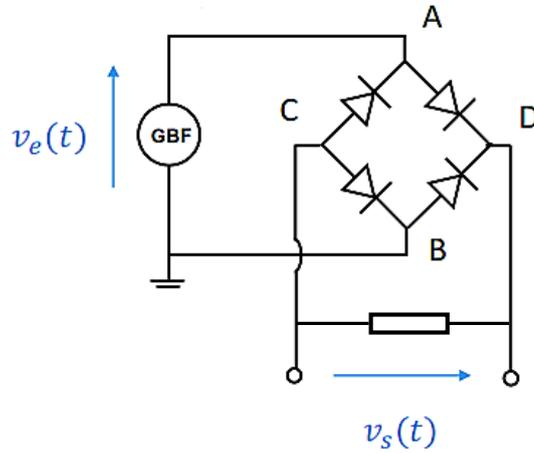

Fig. 10
5. Si on met un condensateur « $C = 100 \mu\text{F}$ » dans la sortie du montage de la (fig 10) tracer le signal de sortie sur un papier millimétré.